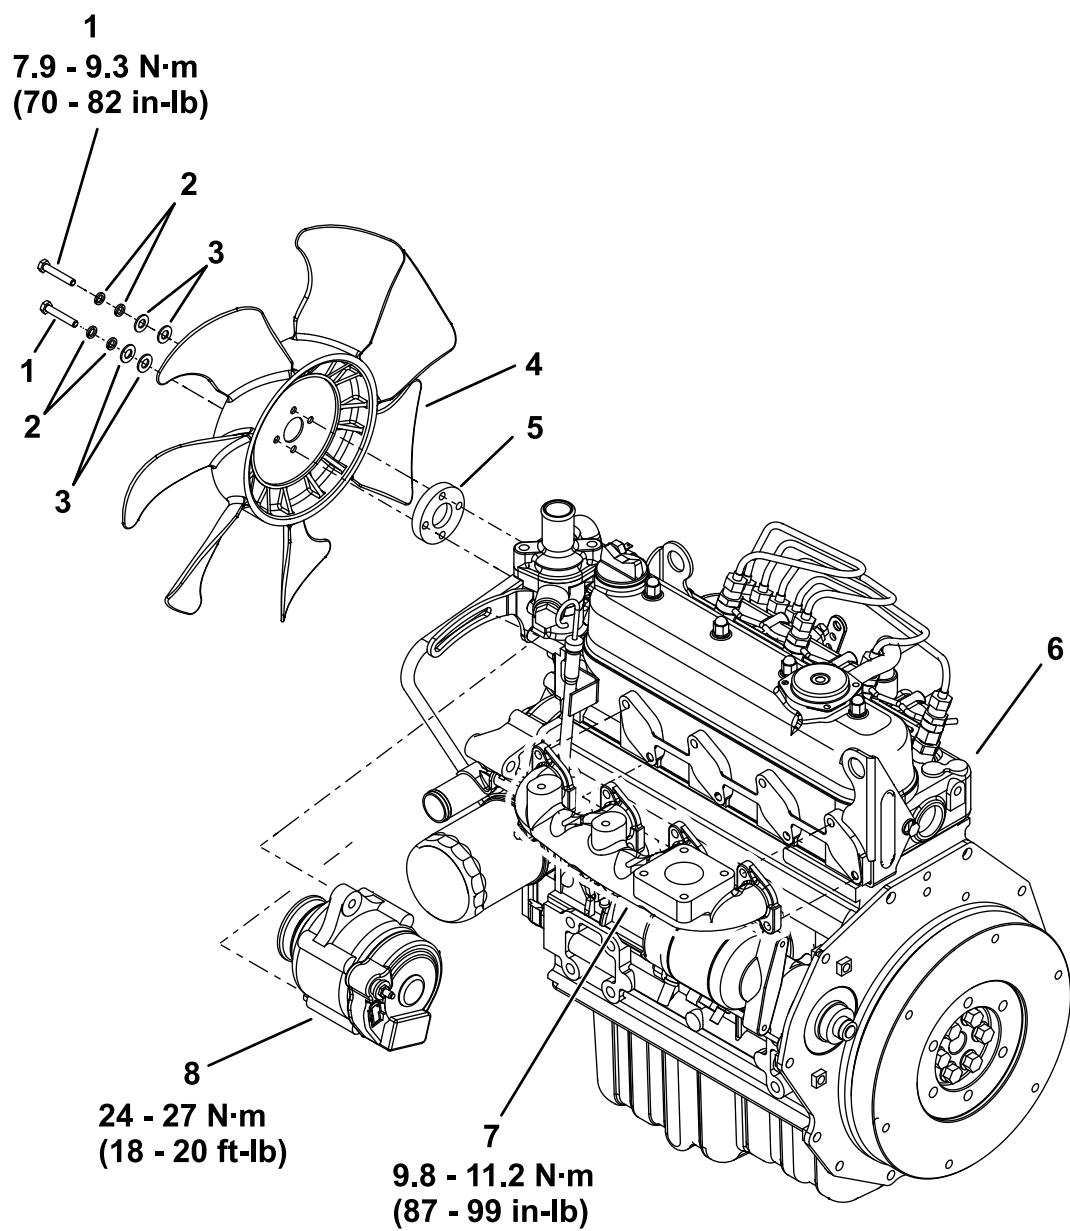

Figura 3
1. Rimuovete i componenti mostrati nella Figura 3 dal vecchio motore e montateli sul nuovo motore.